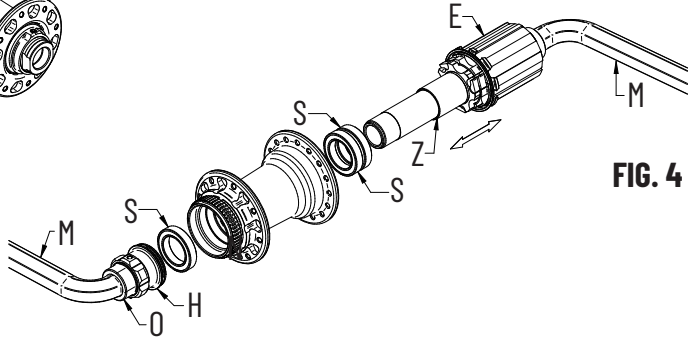

FIG. 4
- Inserite una chiave a brugola da 12 (M) sul lato destro del mozzo (Fig. 4).
- Con l'ausilio di chiave a brugola da 12 (M), svitate lo scontro (O).
- Sfilate il perno del mozzo posteriore con il corpo ruota libera (E).